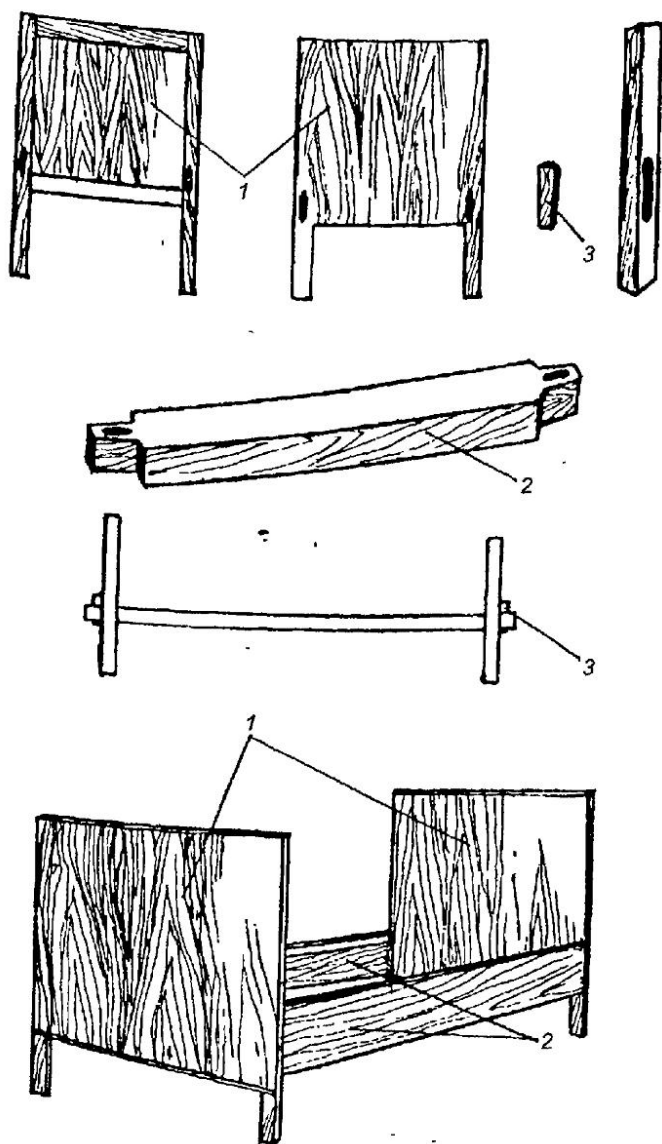

Рис. 173. Кровать деревянная
те до 5 лет не более 1100 мм, а высота от пола до верха матраца не менее 600 мм. Высота спинок кровати у изголовья для детей до 9 лет не менее 800 мм, а спинки у ног не менее 650 мм, расстояние от пола до верха матраца не менее 450 мм. На рис. 173 изображена деревянная кровать. Она состоит из двух спинок (1) и двух царг (2). Самый простой способ крепления царг к спинкам производится так: на концах царг устраивают прямые шипы, а в спинках делают такой же формы отверстия, но так, чтобы шипы плотно входили в отверстия. Затем в шипах царг долбят прямоугольные отверстия с таким расчетом, чтобы при вставке в них клиньев они плотно прижали спинки к царгам. Крепление царги со спинками с помощью клиньев делается редко, так как шипы и клинья выходят на лицевую сторону спинок. Поэтому царги лучше всего крепить к спинкам с помощью специальных металлических стяжек.